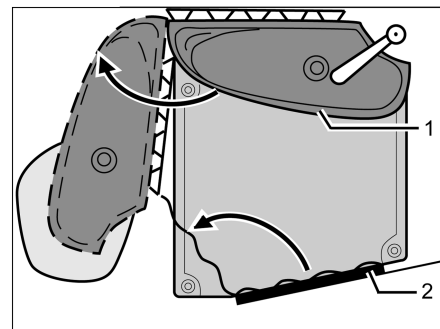

Fig. 359 Inodoro Vario
- Girar el lavabo con la pared dorsal (Fig. 359,1) en dirección de la flecha.
- Entrar en el cuarto de aseo, cerrar la puerta de entrada (Fig. 359,2) desde dentro y bloquearla.